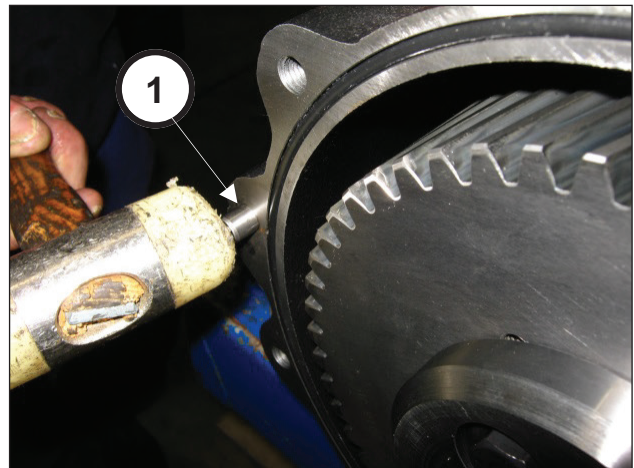
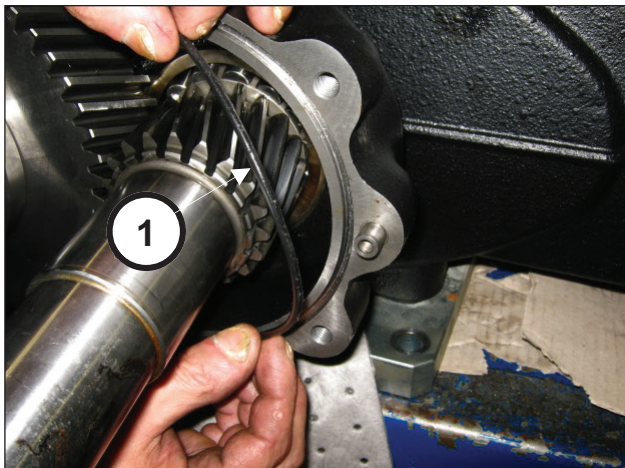

Abb. 70
Abb. 71
Bringen Sie die 2 Stifte  $\text{Ø}10 \times 24$  am Getriebegehäuse an (Pos. ①, Abb. 70) und setzen Sie den O-Ring ein (Pos. ①, Abb. 71).